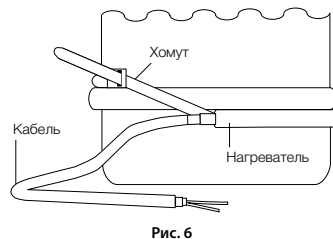

Рис. 6
- Демонтируйте термоизоляцию корпуса компрессора. Смонтируйте нагреватель в соответствии с рис. 6. Пластиковым хомутом обеспечьте натяжение, достаточное для плотного облегания компрессора нагревателем. Саморегулирующийся нагреватель должен плотно обогнуть компрессор.